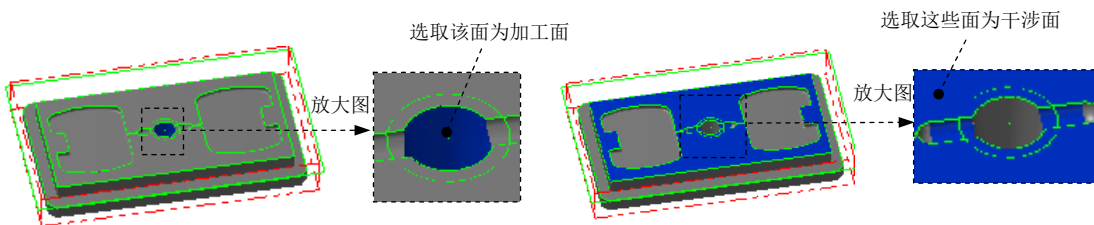
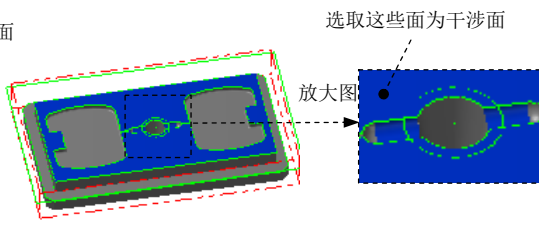

图 20.49 选取加工面
图 20.50 选取干涉面
Step2. 设置加工区域。在图形区中选取图 20.49 所示的面, 按 Enter 键, 系统弹出“刀具路径的曲面选取”对话框。然后单击 **检测** 区域中的 **鼠标** 按钮, 选取图 20.50 所示的面为干涉面, 按 Enter 键。单击 **✓** 按钮, 完成加工区域的设置, 同时系统弹出“曲面精加工等高外形”对话框。